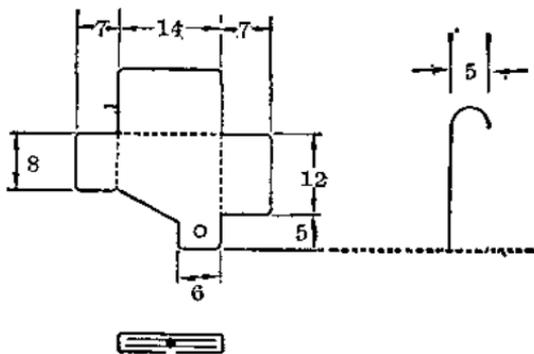

图 28(B)
另取两块厚  $0.15\sim 0.3\text{mm}$  铜皮按图 28(B) 定型, 这两块也有正、反方向。先与图 28(A) 铆紧, 再取云母纸(可从旧中型云母电容中拆下)剪成宽  $14\text{mm}$ 、厚  $0.4\sim 0.5\text{mm}$  两组, 在两组云母纸中放根铜丝, 然后弯过二侧铜皮, 用钳子钳紧。J 端铜丝与铜皮之间要留出  $1.5\text{mm}$  距离。